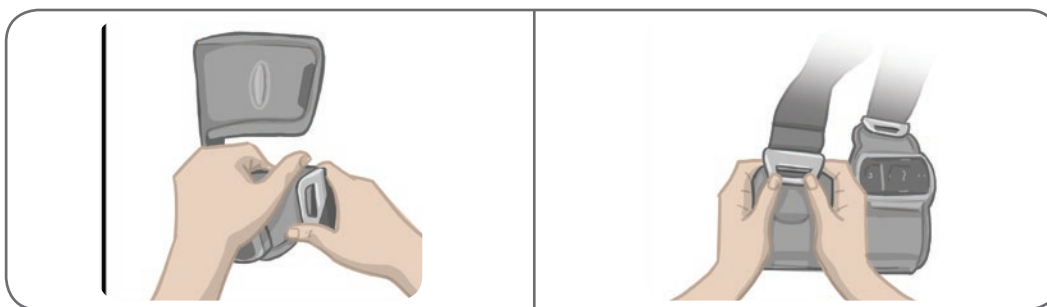

Ilustración 11-12: Retirada de las correas para el muslo
1. Empuje la hebilla colocada en la correa del muslo hacia la banda de EF del muslo con un movimiento en espiral. Consulte la ilustración 11-12.